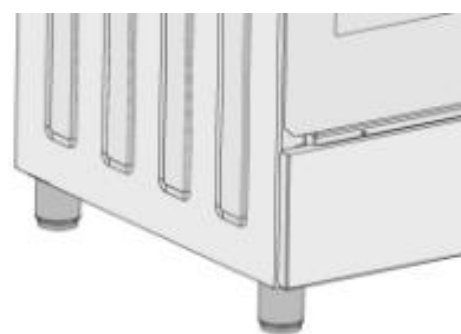

Рис. 4
3. Вирівнювання кухонної плити проводимо обертаючи ніжки - Рис. 4